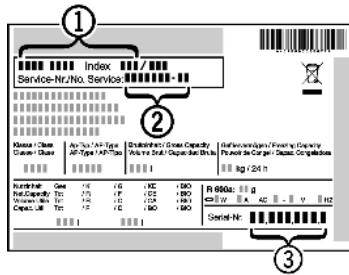

Fig. 7
- ▶ Прочетете от идентификационната табелка описанието на уреда Fig. 7 (1), сервисния № Fig. 7 (2) и серийния № Fig. 7 (3). Идентификационната табелка се намира на лявата вътрешна стена на уреда.
- ▶ Обадете се на сервисната служба и посочете неизправността, описанието на уреда Fig. 7 (1), сервисния № Fig. 7 (2) и серийния № Fig. 7 (3).